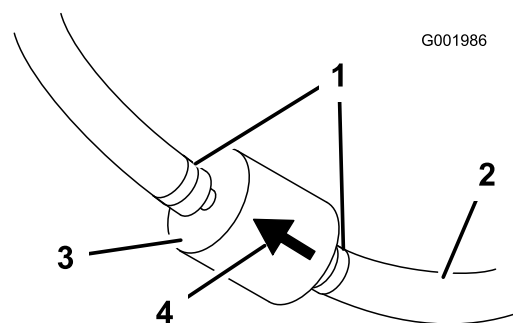

Figure 53
5. Pincez les extrémités des colliers et faites glisser ceux-ci pour les éloigner du filtre (Figure 53).